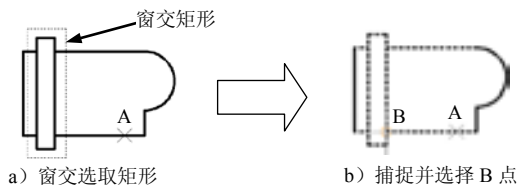

图 6.4.13 拉伸操作过程
Step3. 拉伸对象。用窗交的方法选取图 6.4.13 中的矩形，然后按 Enter 键结束选择；在 **指定基点或 [位移(D)] <位移>:** 的提示下，捕捉并选取图 6.4.13b 中的端点 B 作为基点；在 **指定第二个点或 <使用第一个点作为位移>:** 的提示下，在图中的点 A 处单击，至此完成拉伸操作。